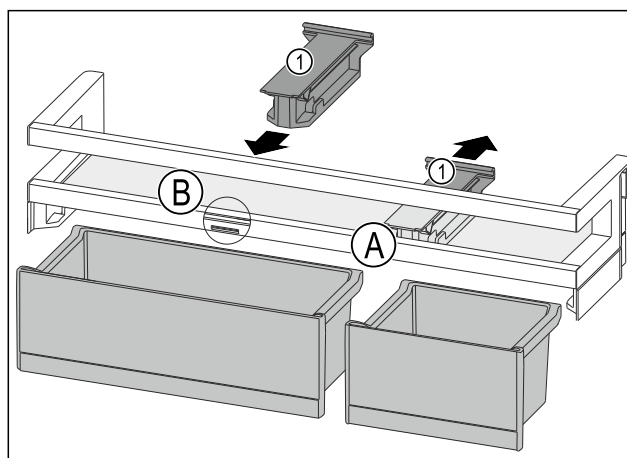

Fig. 126
- Tirare l'elemento di tenuta Fig. 126 (1) all'indietro per portarlo in posizione Fig. 126 (A).
- Inserire l'elemento di tenuta Fig. 126 (1) in posizione Fig. 126 (B).